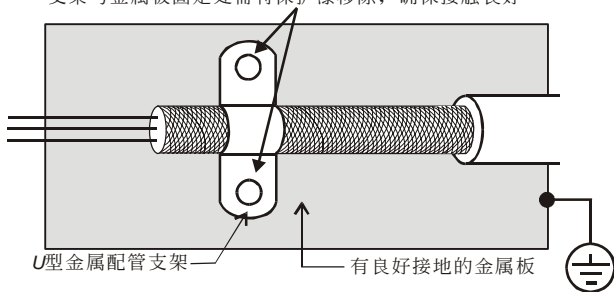

图 1
3. U 型金属配管支架与金属板固定处需将保护漆移除, 确保接触良好, 请见图 1 所示。